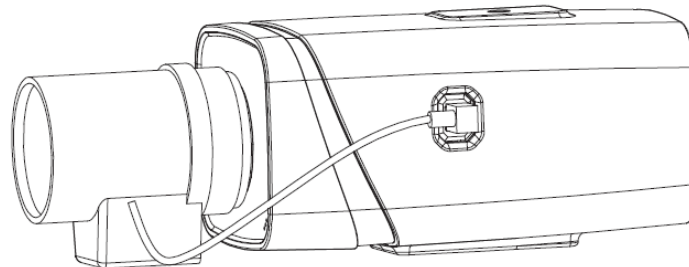

Рисунок 3
2. Вставьте разъем кабеля объектива в разъем АРД (автоматическая регулировка диафрагмы) на боковой панели устройства (рис.3).
1. Поверните объектив против часовой стрелки и отсоедините его от камеры (рис.3).